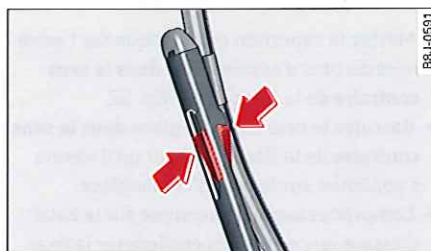

Fig. 51 Déverrouillage des balais d'essuie-glace
- Comprimez la fixation en plastique dans le sens de la flèche au niveau de la partie nervurée de l'extrémité supérieure du bras d'essuie-glace ⇒ *fig. 51*.